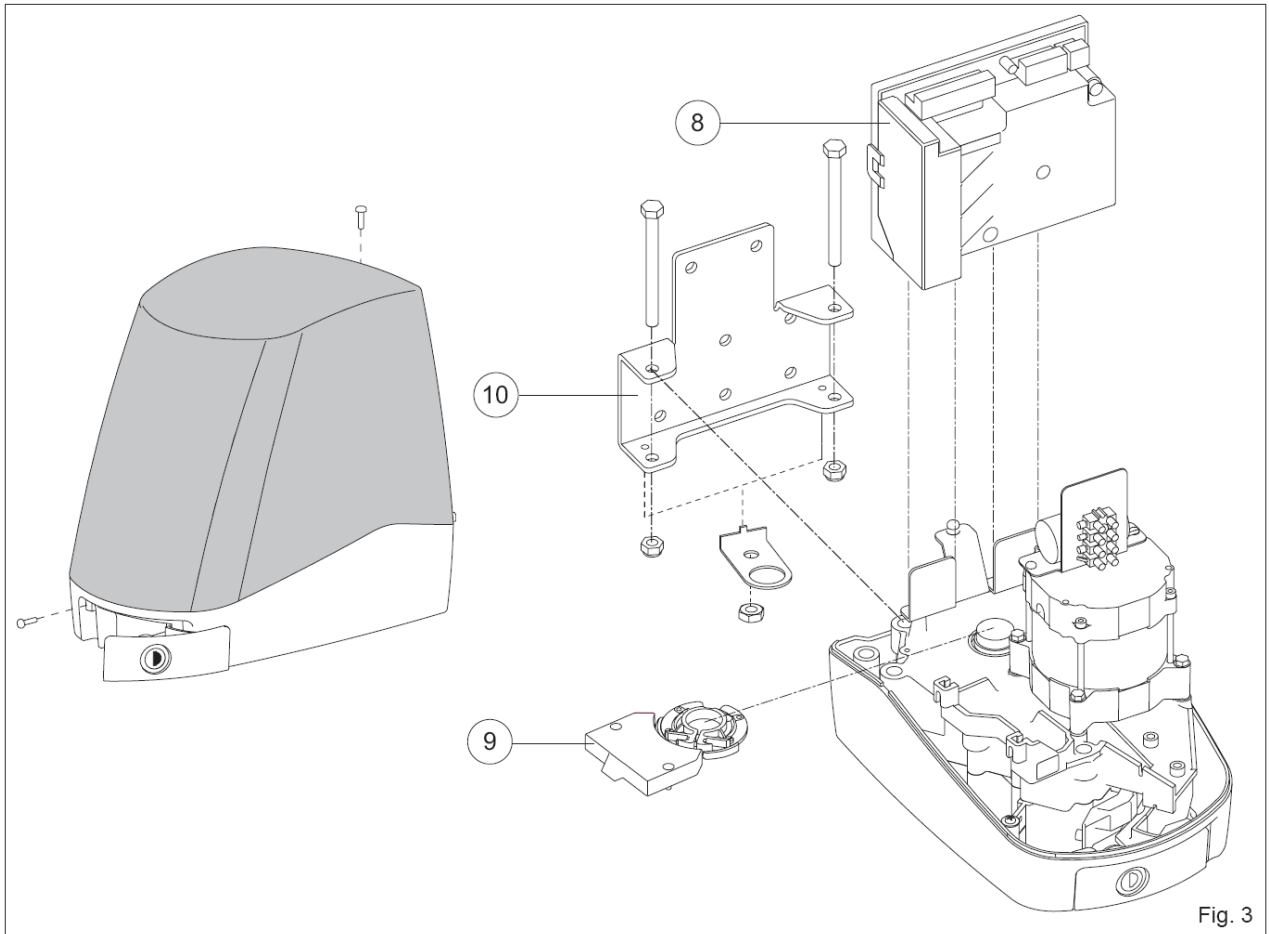

Fig. 3
- Távolítsa el a fedelet és szerelje fel a meghajtómotort a [15] felerősítő lemezre a fig.3 ábra szerint.